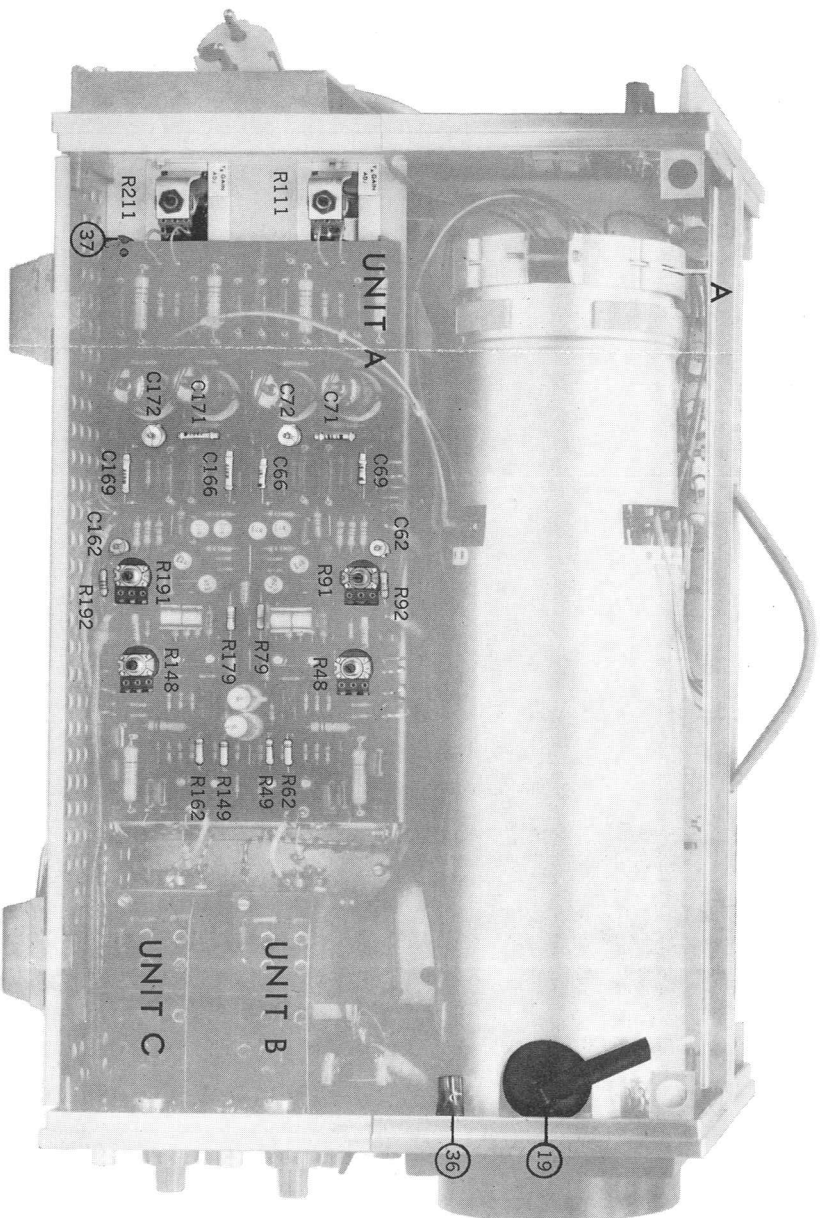

Abb. 6. Seitenansicht rechts
- Prüfen, ob die Bildhöhe 5 Skalenteile beträgt. Nötigenfalls mit R91 (R191) einstellen (Bild 6).